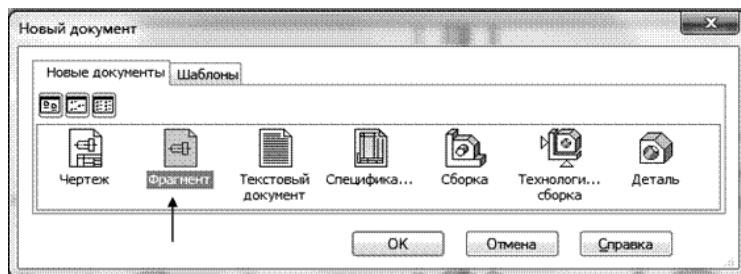

Рис. 105
1. Создать новый документ меню *Файл* → *Создать* → *Фрагмент* (рис. 105).